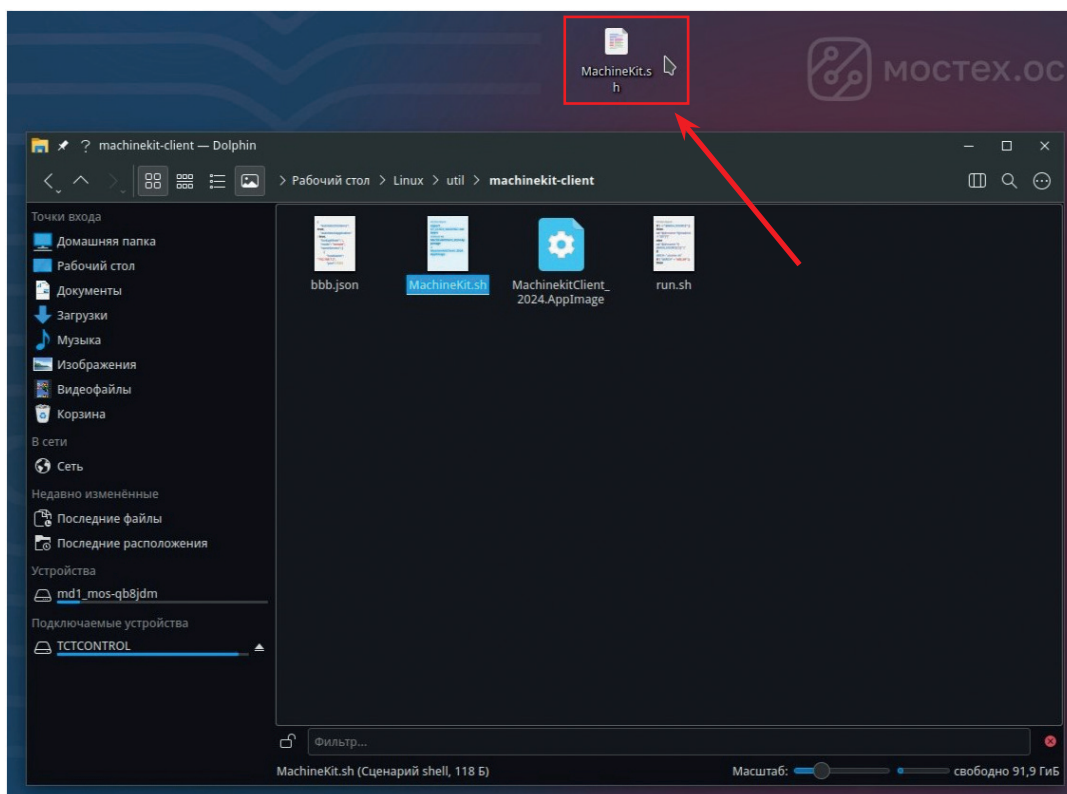

Рис. 20
- Виджет программы **MachineKit** готов (рис. 20).